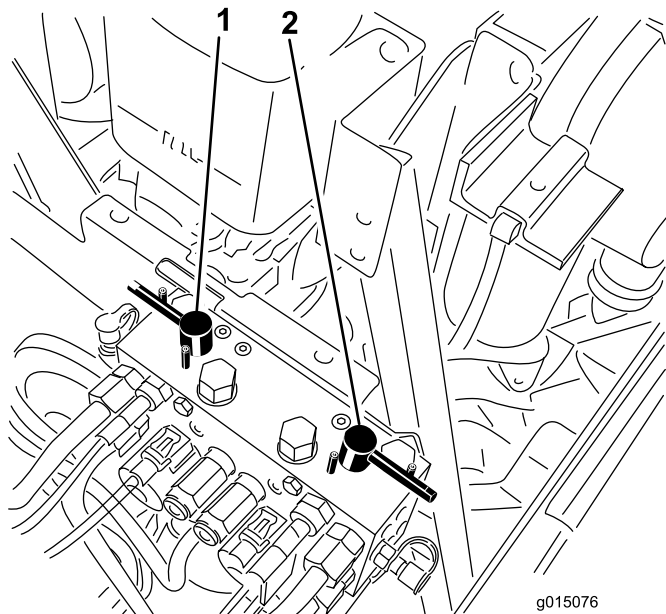

Figura 83
4. Selecciona as alavancas de rectificação dianteiras, traseiras ou ambas para determinar quais as unidades a rectificar (Figura 83).